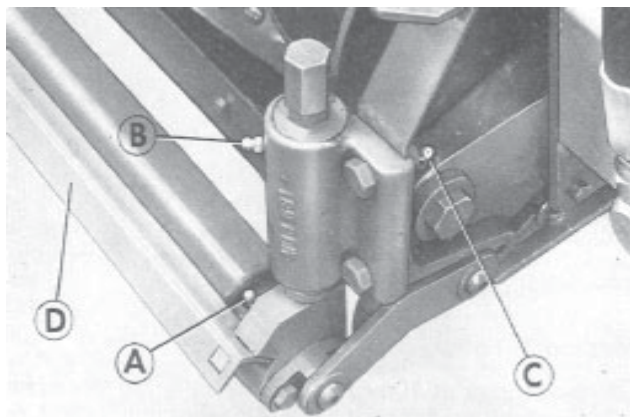

Fig. 3
1. Lubricate the rear rolls (A Fig. 3) with shell Darina R2 grease, or equivalent - rotate the roll continuously during the lubrication.
(a) Cutting cylinder bearing housing pivots (C Fig. 3)
(b) Height adjustment tubes (B Fig. 3).
1. Smeer de achterste rollen (A Afb. 3) met Shell Darina R2 vet of gelijksoortig produkt. Tijdens het smeren de rol voortdurend ronddraaien.
- (a) Draaipunten lagerhuis van de maaicilinder (C Afb.3).
- (b) Hoogte afstelbusjes (B Afb.3).
1. Lubrifiez les rouleaux arrière (A, Fig. 3) avec de la graisse Shell Darina R2 ou équivalente. Faites tourner ces rouleaux pendant toute la durée de cette lubrification.
- a) Pivots du carter de roulements des cylindres de coupe (C, Fig.3)
- b) Tubes de réglage de la hauteur (B, Fig. 3).